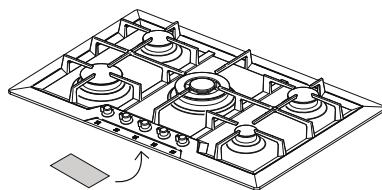

Abb. 1: Position des Identifikationsschilds
**Das Identifikationsschild** mit den technischen Angaben, der Seriennummer und Marke **ist gut sichtbar unter der Abdeckung** [Abb. 1] angebracht.